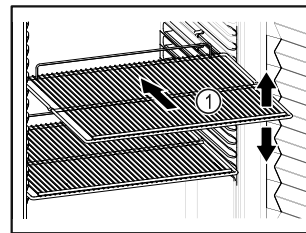

Fig. 57 Näitlik kujutis
- Kui hoiurestid Fig. 57 (1) on teiseldatavad, siis kohandage olenevalt kõrgusest.